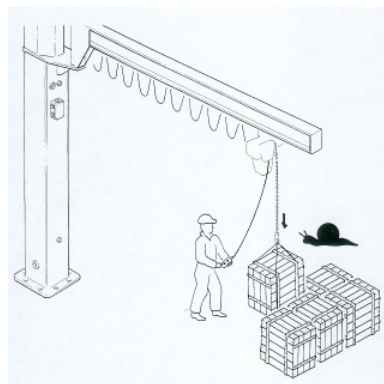

Fig. 68
- **TOUJOURS** utiliser la vitesse lente pour les phases d'approche et de positionnement (fig. 68).